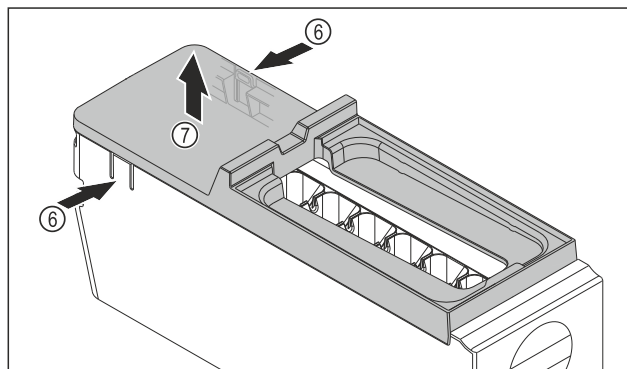

Fig. 146
- ▶ Odstráňte kryt korpusu EasyTwist-Ice: strmeň Fig. 146 (6) na oboch stranách korpusu EasyTwist-Ice zatlačte rukou.
- ▶ Kryt Fig. 146 (7) odoberte druhou rukou smerom nahor.